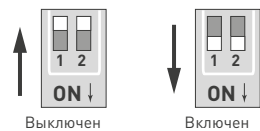

Рис. 3. DIP-переключатели терминатора
- 3.8. Для согласования шины DMX на последнем декодере в линии включите терминатор (см. рис. 3). На остальных декодерах, подключенных к шине, терминатор должен быть выключен.
Отсутствие согласующей нагрузки на концах линии (терминаторов)	На последнем декодере в линии включите встроенный терминатор (см. рис. 3)